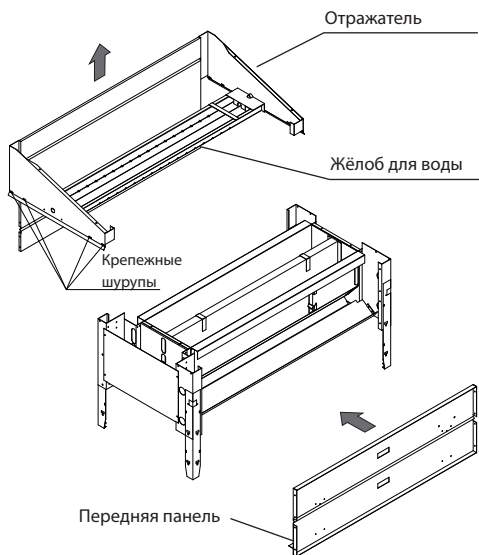

Рис. 3
- Удалите 8 фиксирующих шурупов с корпуса отражателя воздуха (рис. 3).